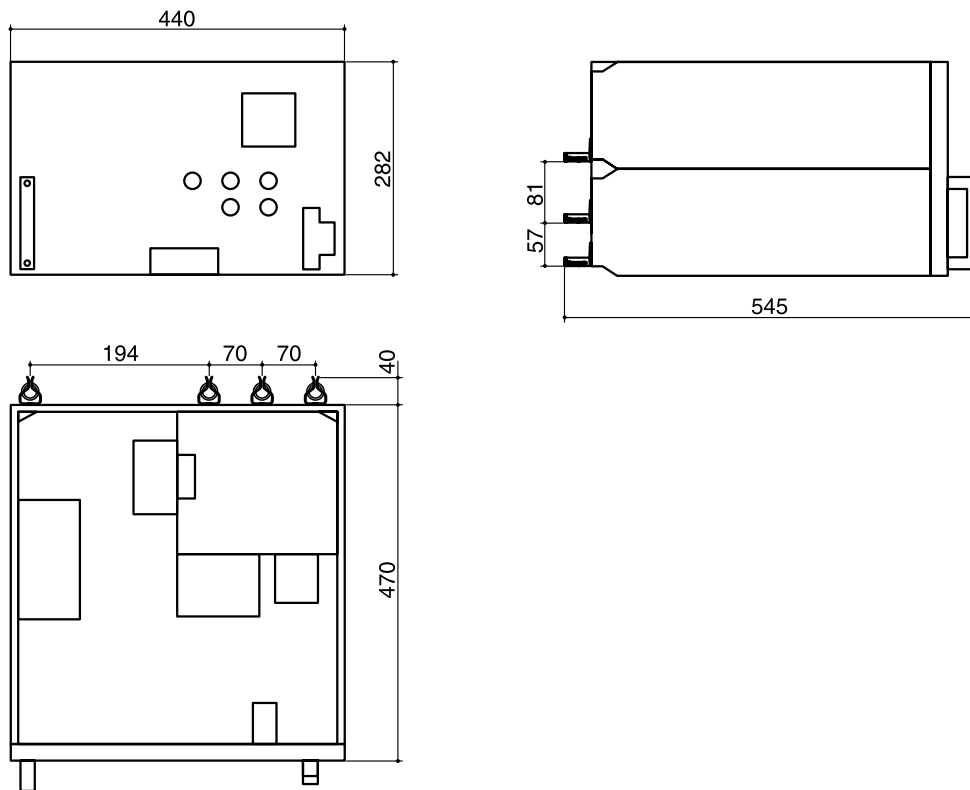

Рис. 1.1. Габариты блока
- 1) габаритными чертежами и схемой подключения БУАД (рис. 1.1, 1.2);